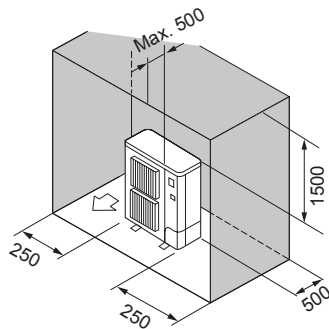

Fig. 2-11
- ⑥ Csak hátul, oldalt és fent vannak akadályok (Fig. 2-11)